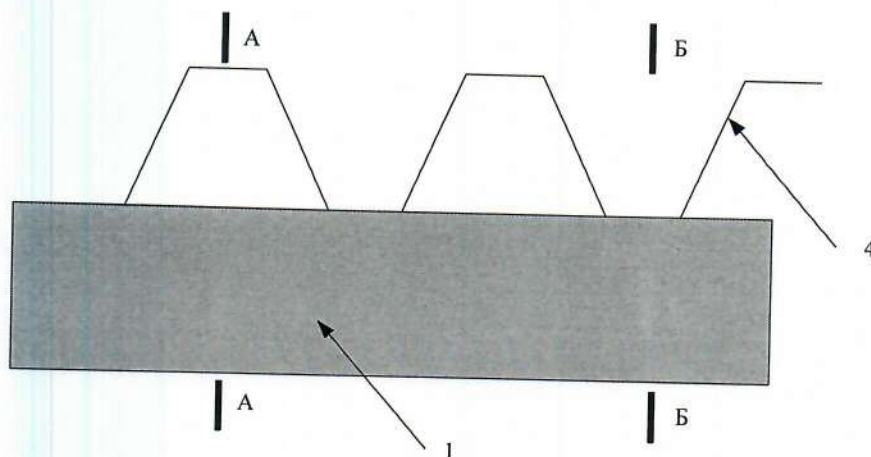
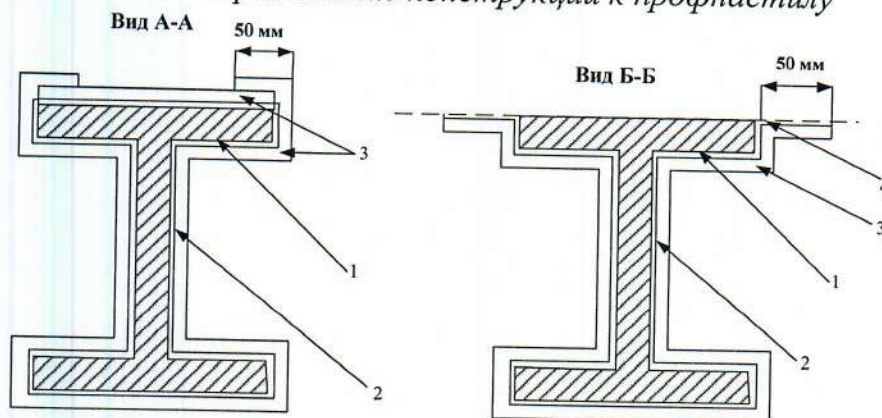

Рис. 3. Примыкание конструкции к профнастилу
Рис. 4 Схема монтажа комбинированного покрытия при прилегании металлоконструкции к профнастилу
- 3.3.9 В случае, если примыкание защищаемой конструкции к профнастилу согласно рис. 3, то монтаж происходит по следующей схеме. Воздушные промежутки между защищаемой конструкцией и профнастилом плотно забиваются базальтовым рулонным материалом «ВБОР» на глубину 50-100 мм. Допускается использование базальтовой плиты с плотностью не менее 130 кг/м³. Монтаж покрытия происходит также как в случае примыкания к ограждающей конструкции. Нахлест комбинированного покрытия на профнастил равен нахлесту в п.3.3.7 и составляет не менее 50 мм.
3.3.10 В случае примыкания защищаемой конструкции к профнастилу в направлении указанным на рис.3. Монтаж происходит двумя способами – вид А-А и вид Б-Б. Схемы монтажа приведены на рис. 4.